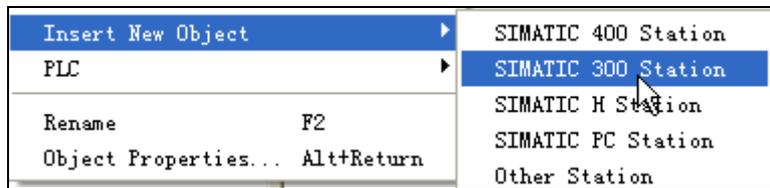

图 2-5 创建站
(4) 创建站。右键单击项目，选择“Insert New Object”，再选择“SIMATIC 300 Station”，如图 2-5 所示。